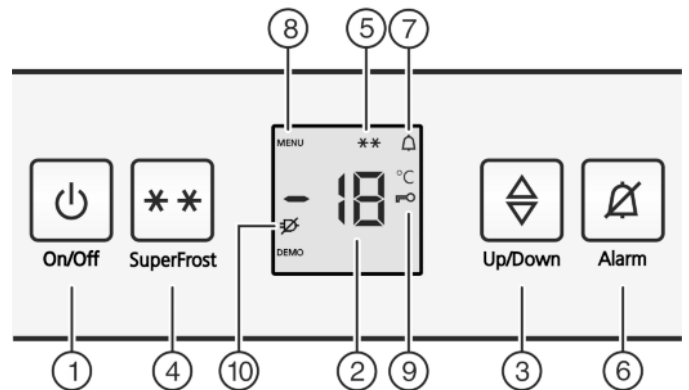

Fig. 2
- ▶ Pritisnite tipku za On/Off Fig. 2 (1).
- ▶ Aktiviranje načina rada s namještanjem: Pritisnite tipku SuperFrost *Fig. 2 (4)* oko 5 sekundi.
- ▷ Na zaslону se prikazuje simbol 'izbornik' *Fig. 2 (8)*.
- ▶ Tipkom SuperFrost *Fig. 2 (4)* kratko potvrditi.
- ▷ Simbol 'osiguranje za djecu' *Fig. 2 (9)* svijetli na zaslону.
- ▶ Kratko pritisnite tipku On/Off *Fig. 2 (1)*.
- ▷ Simbol 'osiguranje za djecu' *Fig. 2 (9)* se gasi.
- ▶ Pritisnite tipku za alarm *Fig. 2 (6)*.
Istovremeno trepće indikator temperature i simbol za alarm *Fig. 2 (7)*.
Zvučni alarm se automatski gasi, simbol za alarm *Fig. 2 (7)* se gasi, a indikator temperature prestaje treptati, kada je temperatura ponovo dovoljno niska.